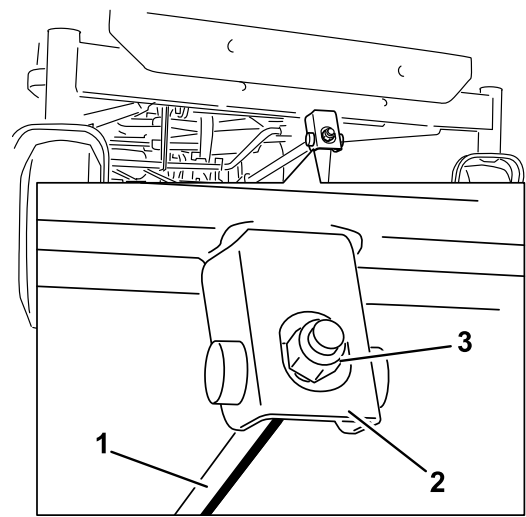

Figure 52
6. Pour régler l'inclinaison avant/arrière des lames, tournez l'écrou de réglage à l'avant du tablier de coupe (Figure 52).